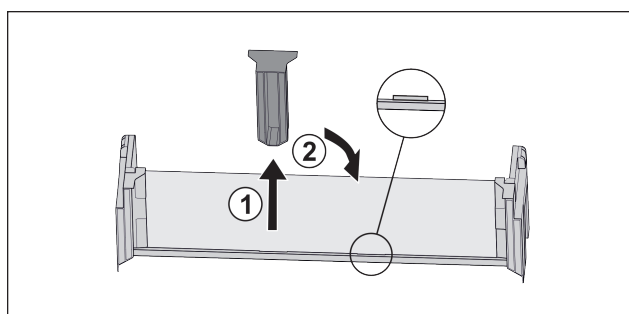

Fig. 114
- ▶ Træk den midterste holdedel ud Fig. 114 (1).
- ▶ Sæt den midterste holdedel i på den anden position Fig. 114 (2).